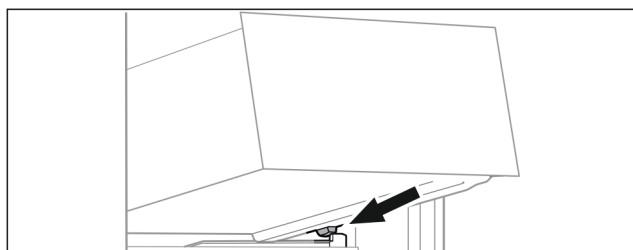

Fig. 79
- ▶ Założyć szufladę pod skosem za stoperami na żebro pojemnika. (patrz Fig. 79)